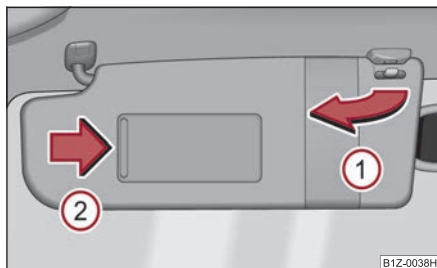

Fig. 66 Parasolarele: Răbătirea
Parasolarul conducătorului și al pasagerului din dreapta pot fi scoase din suporturi și îndreptate către uși ① ⇒ fig. 66.